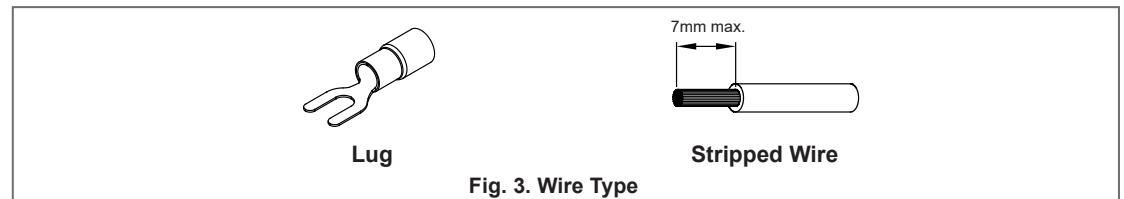

Fig. 3. Wire Type
- Use Flexible cable (strand or solid) of AWG No. 14-12. The torque at the Input connector shall not exceed 11.98Kgf.cm. The torque at the Output connector shall not exceed 16.59Kgf.cm. The insulation stripping length should not exceed 0.275" or 7mm (Refer to Fig. 3).
- AWG No. 14-12 ケーブルを使用して接続して下さい。コネクタへの締め付けトルクは入力端子側 11.98Kgf.cm 以内、出力端子側 16.59Kgf.cm 以内として下さい。ケーブル皮膜の除去は 0.275"（7mm）以内として下さい（図 3 参照）。